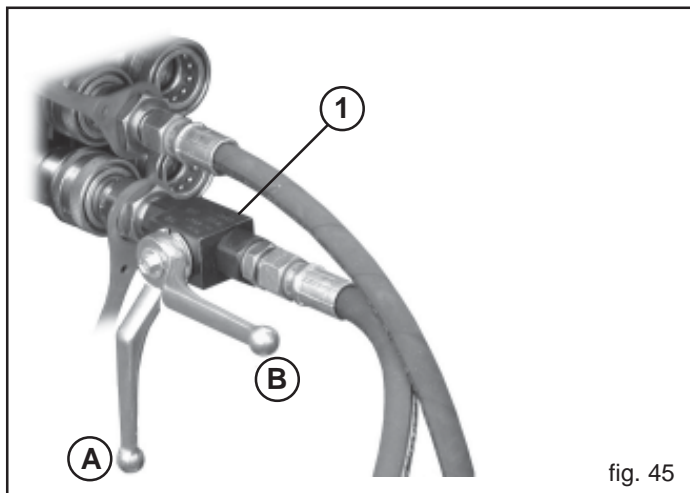

fig. 45
Le dispositif traceur est doté d'une vanne qui actionne alternativement les deux bras, réduisant l'emploi à un seul distributeur oléodynamique du tracteur. Le tube oléodynamique de refoulement est doté d'un robinet (1, Fig. 45) nécessaire pour exclure le fonctionnement du traceur. **Durant le transport sur route du semoir, la poignée du robinet doit être sur (A, Fig. 45), pour éviter l'ouverture accidentelle du traceur, et vice versa sur (B) durant le travail.**
- 5) Avant d'actionner le dispositif traceur, poser le semoir au sol et positionner le levier du robinet sur (B) Fig. 45.
- 8) Positionner le levier du robinet sur (A) Fig. 45.